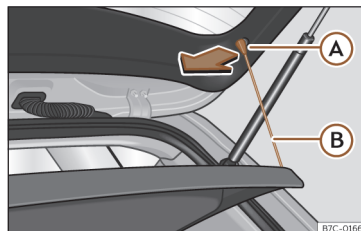

Fig. 171 Na bagageira: desmontar e montar a chapeleira.
- Desengate os tirantes de fixação >>> **Fig. 171** (B) dos alojamentos (A).
- Engate os tirantes de fixação >>> **Fig. 171** (B) na porta da bagageira.